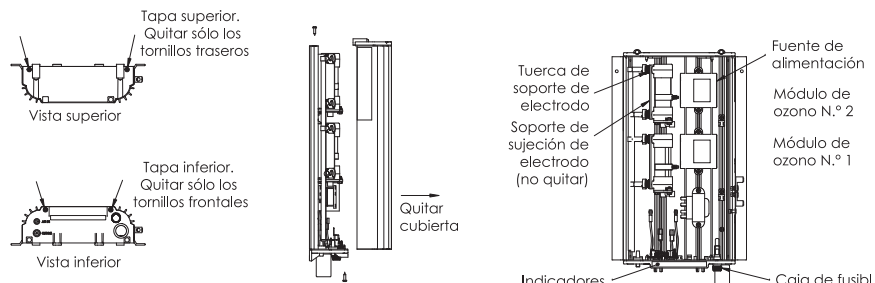

Figura 4 Ubicaciones de los componentes (se muestra Eclipse-2).
4. La base del equipo DEL Eclipse tiene dos conexiones de manguera. Conecte el extremo de la manguera de suministro de ozono al puerto marcado como "OZONE OUT" (ver la vista inferior - Figura 4).
Véase la Figura 4.
4C Reparación del generador - Véase la Figura 4
3. Quite los dos tornillos frontales de la tapa inferior. Véase la Figura 4. No quite los tornillos que fijan la unidad a la pared.